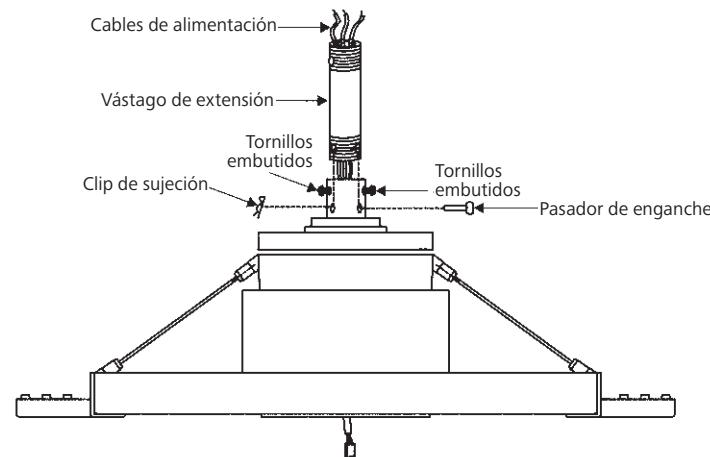

Fig. 9
Paso 6. Afloje los dos tornillos y retire el pasador de enganche y el clip de sujeción del acoplamiento en la parte superior del ensamblaje del motor. (Fig. 9)
Luego, vuelva a colocar el pasador de enganche y el clip de sujeción. Ajuste ambos tornillos embutidos. (Fig. 9)